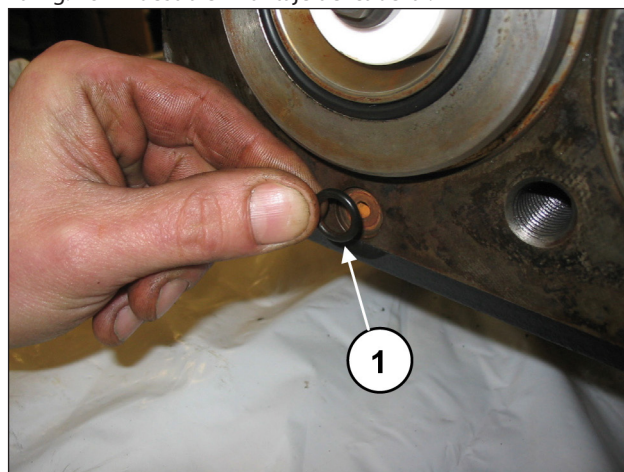

Fig. 183
Montar la junta tórica del orificio de recirculación (pos. ①, Fig. 183).